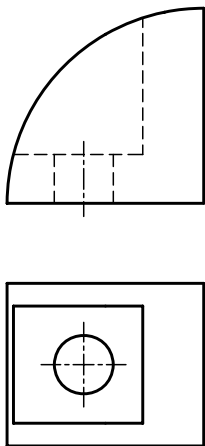

图 3-2
2. (本小题 6 分) 看懂图 3-2 所给主、俯视图, 补画左视图。